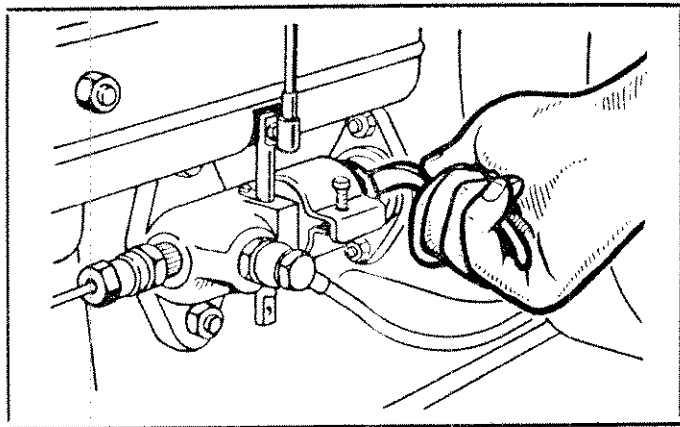

Fig. 8
**CARICAMENTO A MANO DELLA POMPA INIEZIONE** - Per mezzo di una leva inserita opportunamente fra la rondella della punteria e la guida punteria, (come indicato nella Fig. 8), dare alcune pompate in modo che il combustibile riempi tutto il tubo di mandata fino al polverizzatore; ci si accorge quando il tubo è pieno dalla maggior resistenza che si incontra ad eseguire la pompata e da un cricchettio caratteristico. Non bisogna insistere a pompare combustibile nel cilindro perchè si renderebbe l'avviamento molto brutale.